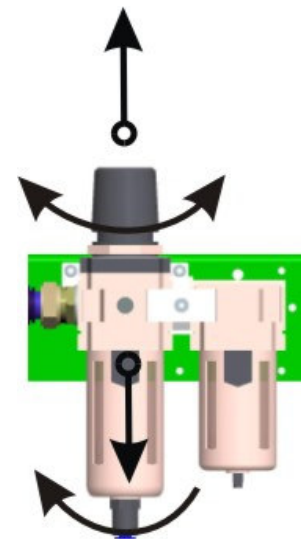

Рис.11
7.4. Замена фильтровального вкладыша фильтра (если входит в изделие) (рис. 11)
7.5. Настройка давления на выходе с помощью регулятора давления (если входит в изделие) (рис. 11)